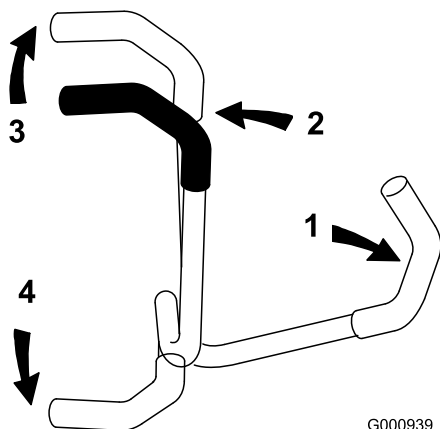

Figure 18
3. Pour vous déplacer en marche avant, poussez doucement les leviers de commande de déplacement vers l'avant (Figure 18).
Pour vous déplacer en ligne droite, appliquez une pression égale sur les deux leviers de déplacement (Figure 18).
Pour tourner, rapprochez du point mort le levier de commande correspondant à la direction que vous voulez prendre (Figure 18).
- Pour vous déplacer en marche arrière, tirez doucement les leviers en arrière (Figure 18).
Pour tourner, relâchez le levier de commande correspondant à la direction que vous voulez prendre (Figure 18).